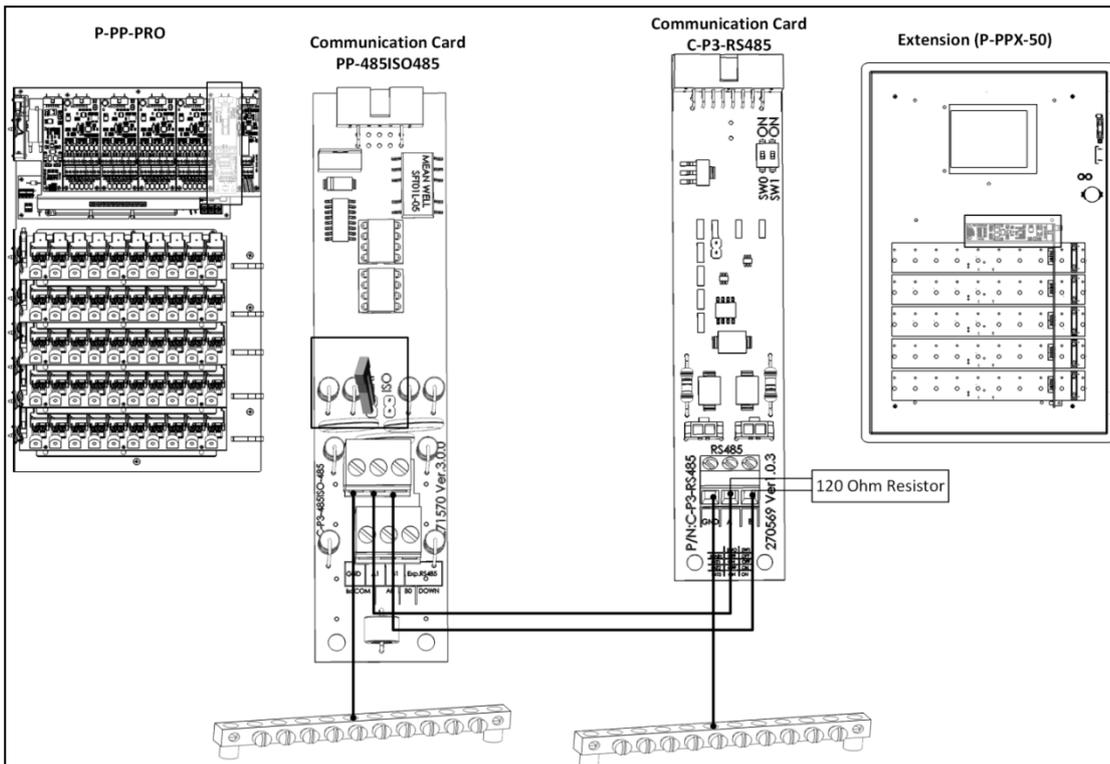

Figura 47: Terminación de la Caja de Expansión – Controlador
- Si la unidad de expansión Platinum Pro/Rotem One está instalada al final de la cadena, instale una resistencia de terminación de 120 ohmios (suministrada por Rotem) (Figura 47).